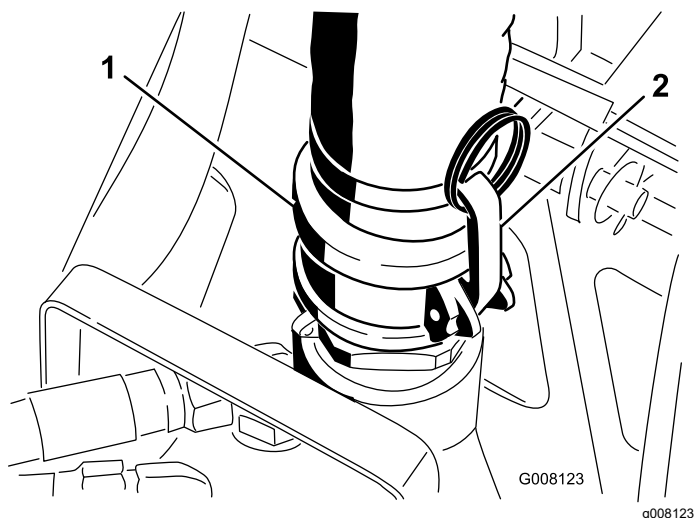

Figura 13
3. Solte os trincos e desligue a mangueira de descarga da bomba (Figura 13).
15. Ligue a mangueira de descarga à bomba e fixe os trincos (Figura 13).